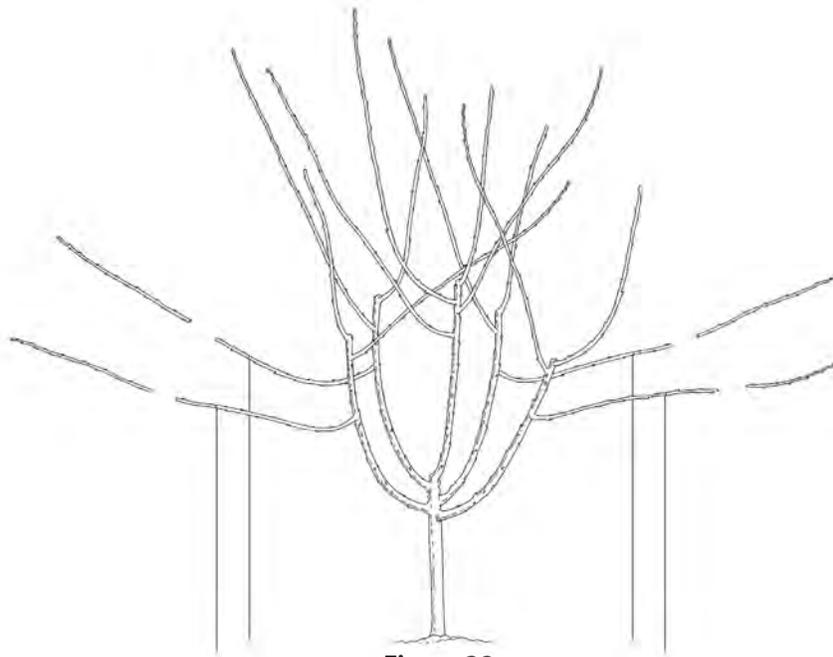

Figura 28
- Escoja un brote lateral que crece hacia el exterior; este brote formará la espiral permanente inferior. Amarre esta rama en posición horizontal para establecer una base ancha. Recorte la rama a 24 pulgadas encima de su base (Figura 28). **Se quitarán los amarres al final de la tercera temporada de crecimiento.**